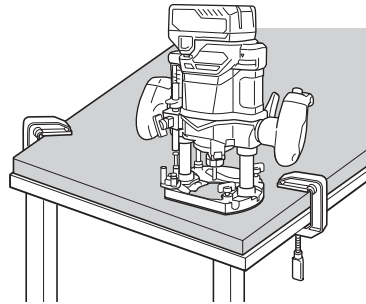

Fig. 10
2. Fije el material con un tornillo de carpintero para tener las dos manos libres para sujetar y accionar la herramienta eléctrica. (Fig. 10)